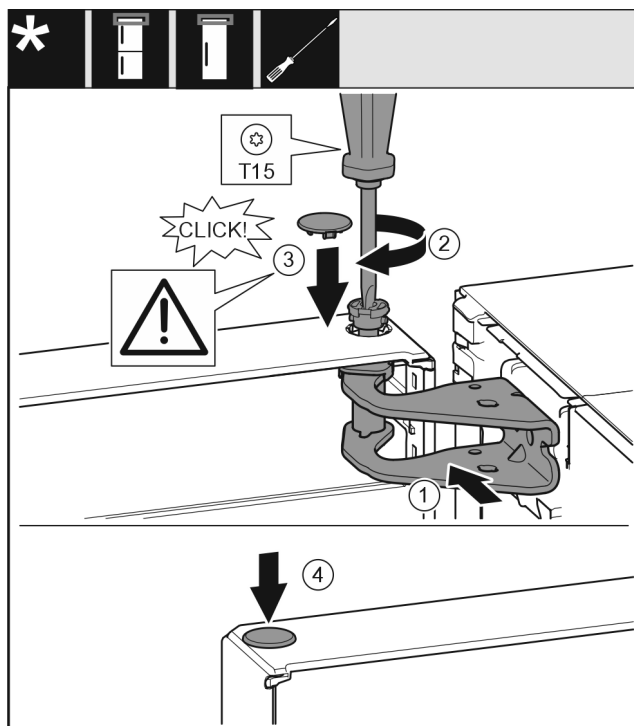

Fig. 23
- Vrata zgoraj poravnajte z odprtino v ležajnem podstavku Fig. 23 (1).
- Vstavite sornik Fig. 23 (2) in ga zategnite z izvijačem.
- Vstavite pokrov Fig. 23 (3).
- Preverite, ali pokrov Fig. 23 (3) pravilno leži na vratih.
- Vstavite pokrov Fig. 23 (4).